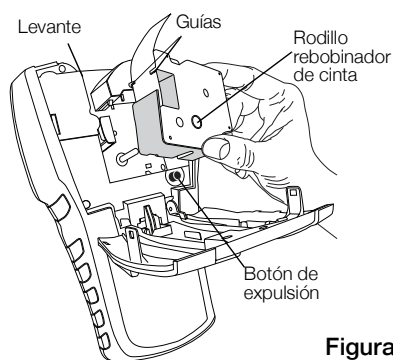

Figura 4
- 2 Presione el botón de expulsión de cartucho. Vea la Figura 4. El cartucho de etiquetas se levanta de la impresora.